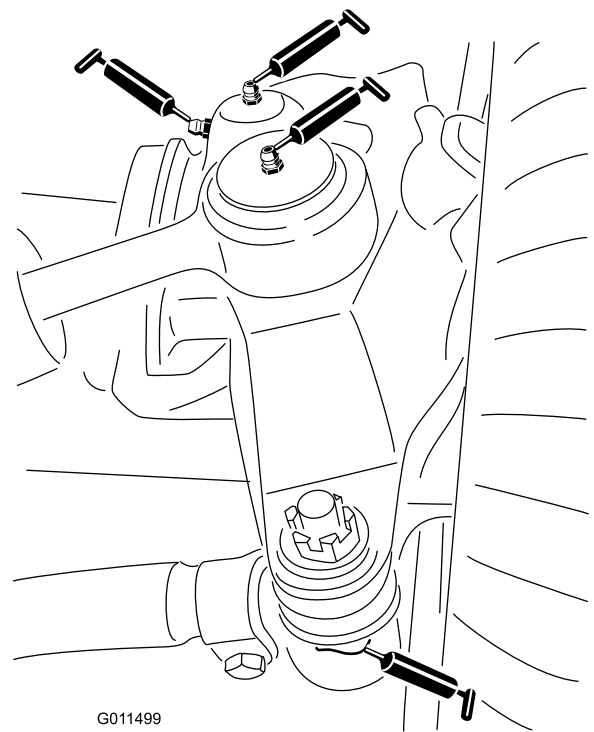

Figura 78
- 2 giunti a sfera del cilindro di sterzata (Figura 78)
- 2 giunti a sfera del tirante (Figura 78)
- 2 boccole del perno del fuso a snodo (Figura 78).